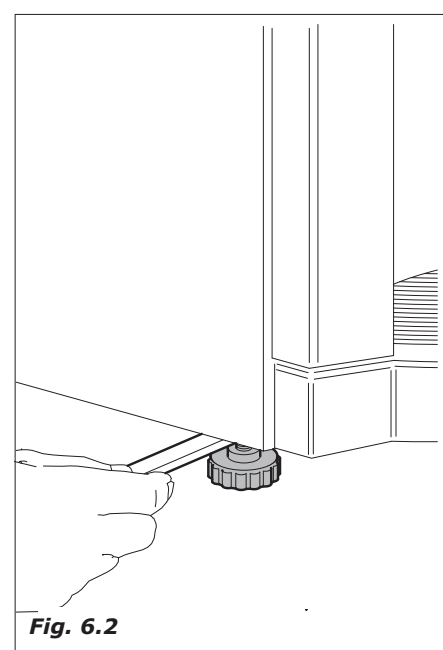

Fig. 6.2
- Mettre le distributeur de niveau en se servant des pieds réglables (*figure 6.2*). S'assurer que le distributeur n'est pas une inclinaison supérieure à 2°.